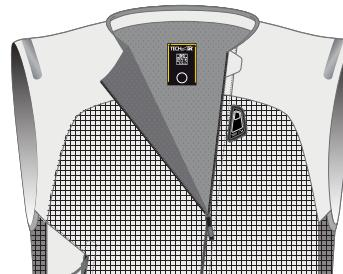

Figure 10
Pour maintenir le système éteint, laissez le zip d'activation (1) ouvert comme indiqué sur la figure 10. Gardez toujours le système dans cet état pendant qu'il est stocké, transporté ou expédié (voir la section 14 « Nettoyage, stockage et transport »).